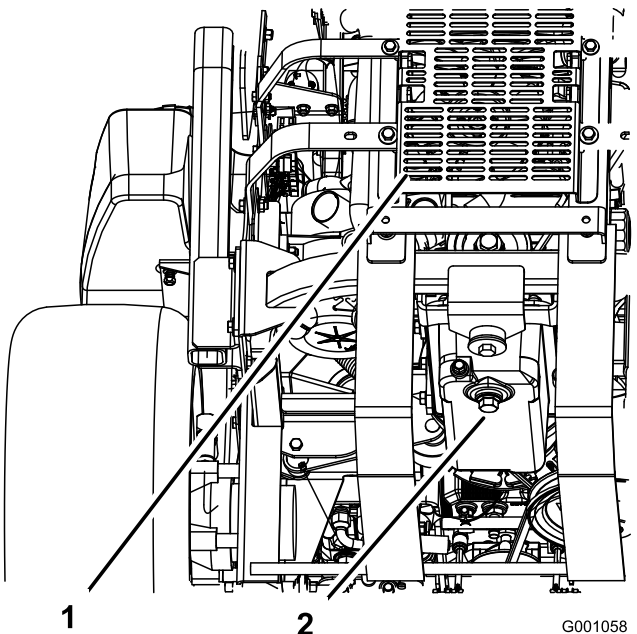

Bild 43
5. Stellen Sie eine Auffangwanne unter die Ölablassschraube. Entfernen Sie die Ablassschraube (Bild 43) und lassen das Öl vollständig ablaufen.